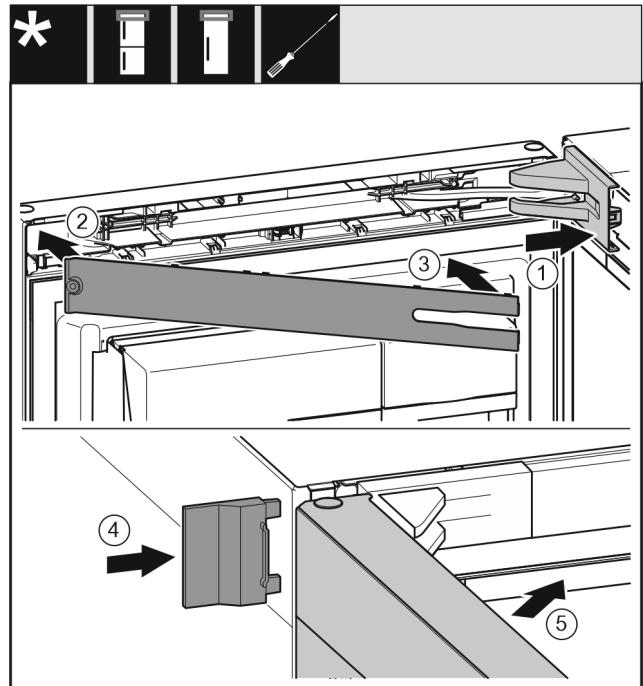

Fig. 31
- ▶ Mettre en place le cache du support de palier Fig. 31 (1) et l'enclencher. Au besoin, l'écartier avec précaution.
- ▶ Poser le cache Fig. 31 (2).
- ▶ Cache Fig. 31 (3)
- ▶ Insérer le cache extérieur Fig. 31 (4).
- ▶ Fermer la porte supérieure Fig. 31 (5).